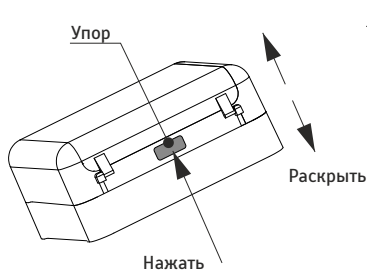

Рис. 3
5.2. Перед монтажом корпус ИПР отделить от основания. Для этого нажать пальцем или специальным ключом из комплекта на упор (рис. 3) и раскрыть корпус.